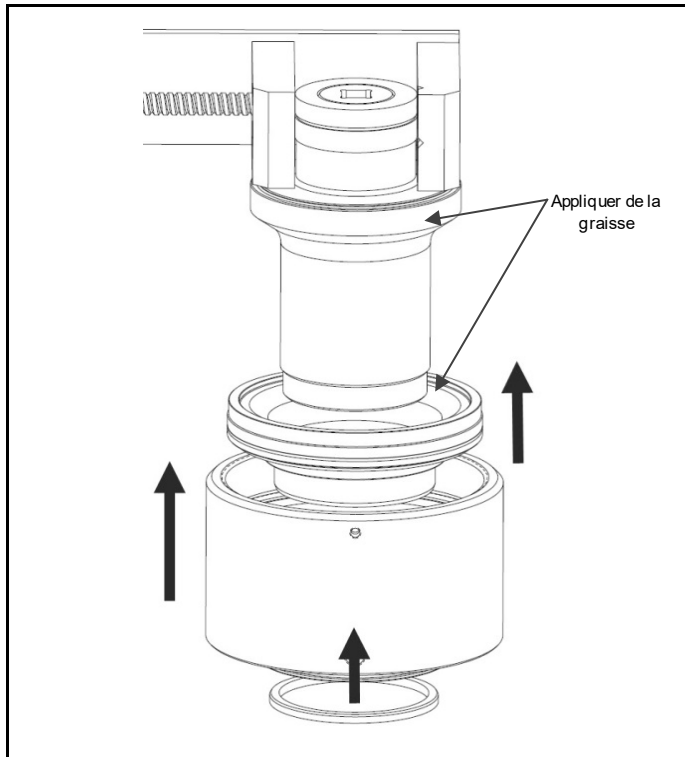

Fig. 4.5 Glisser l'insert, le corps et la bague de roulement sur l'extracteur
- En remplaçant le corps et l'insert sur l'extracteur, veillez à ne pas endommager les surfaces internes. (Fig. 4.5)